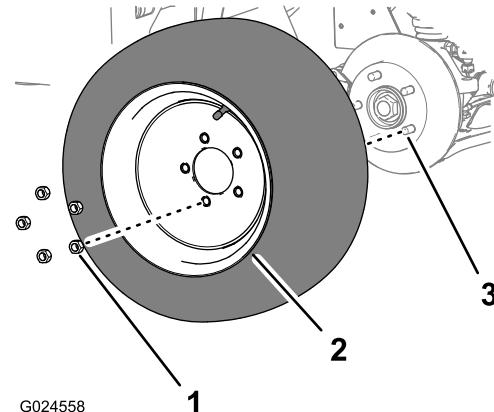

Figura 16
- 1. Retire las 5 tuercas que sujetan la rueda delantera al cubo de la rueda (Figura 16).
- 2. Retire la rueda del cubo de la rueda (Figura 16).